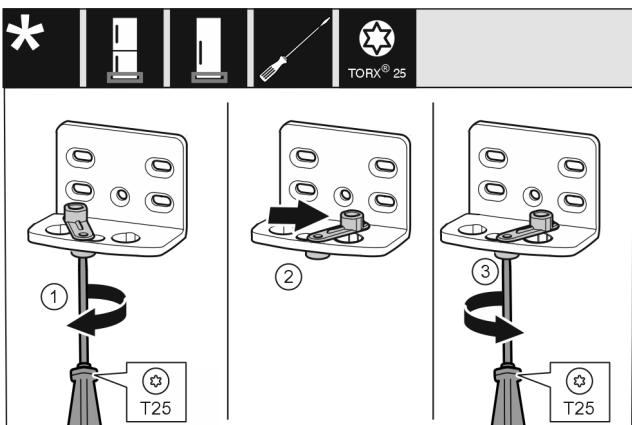

Fig. 17*
- ▶ Βιδώστε πρόχειρα τη βίδα Fig. 17 (1) με κατσαβίδι.*
- ▶ Ανασηκώστε το βοήθημα κλεισίματος πόρτας Fig. 17 (2) και περιστρέψτε 90° προς τα δεξιά στην τρύπα.*
- ▶ Σφίξτε τη βίδα Fig. 17 (3) με κατσαβίδι.*